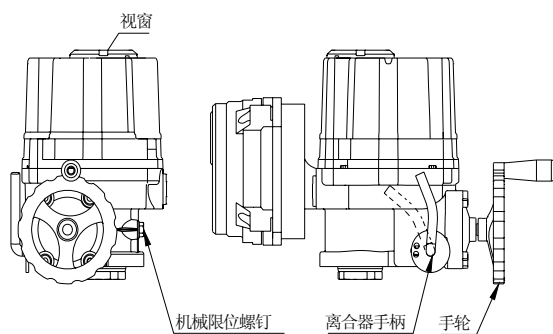
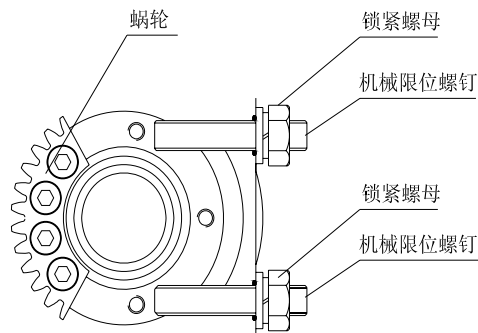

图 15
图 16
8.1 机械限位调整 (图 15、图 16)
松开机械限位螺钉及锁紧螺母, 边转动手轮旋转一圈, 边向左扳动一下离合器手柄, 使离合器啮合后, 继续旋转手轮, 然后手动使执行器运动到全关的位置, 旋转限位螺母, 当其碰到里面的扇形齿轮后停止转动, 再旋出两圈, 最后上紧锁紧螺母。这样就设定好了执行器全关时的机械限位的位置。全开时的位置可同样设定。如图 15、图 16 所示: